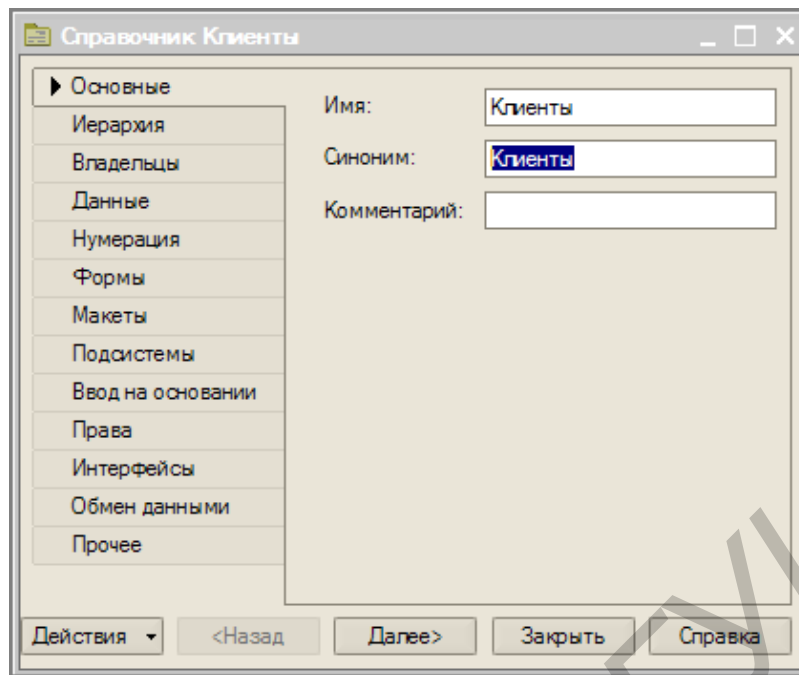

Рис. 4.4. Основные параметры справочника *Клиенты*
2. После того как вы нажмете *Добавить*, система откроет окно редактирования объекта конфигурации (рис. 4.4). Это средство, которое создано в помощь разработчику. Оно создано специально для сложных объектов конфигурации и позволяет путем выполнения последовательных действий быстро создавать такие объекты. Для того чтобы придерживаться правильной последовательности действий, в нижней части окна имеются кнопки *Далее* и *Назад*.